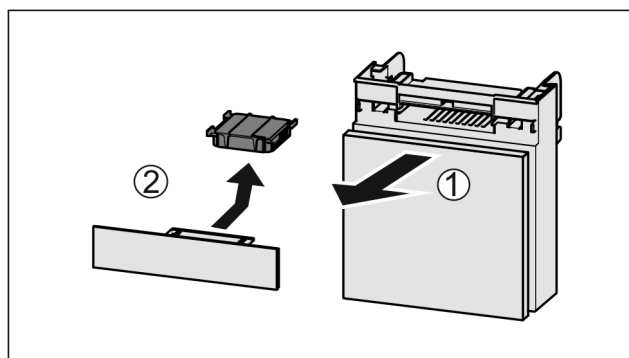

Fig. 155
- Estrarre il vano tirando in avanti Fig. 155 (1).
- Rimuovere il filtro a carboni attivi Fig. 155 (2).